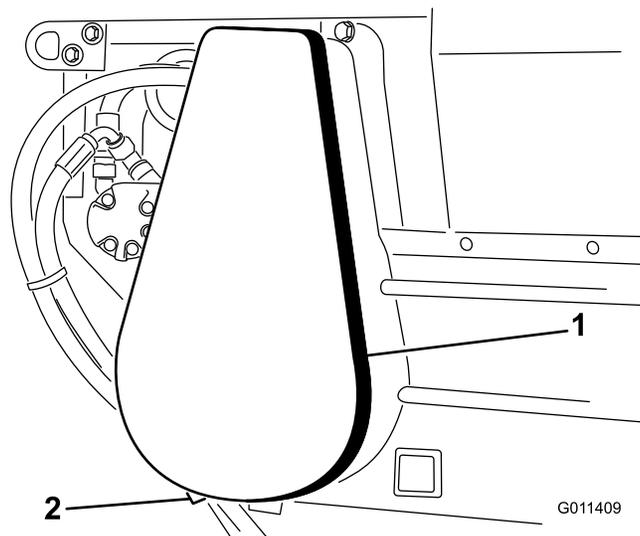

図 29
1. チェーンカバー・アセンブリとスペーサを取り外す (図 29)。